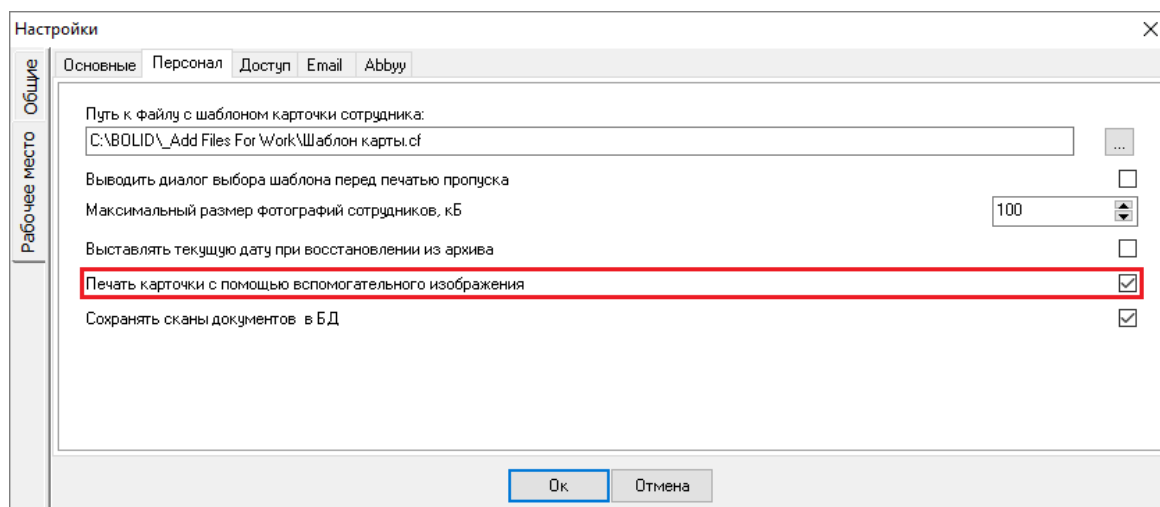

Рисунок 6-844 Выбор параметра "Печать карточки с помощью вспомогательного изображения"
- б) если используется модель принтера с магнитным блоком, то выбрать параметр «Печать карточки с помощью вспомогательного изображения» (см. Рисунок 6-844).